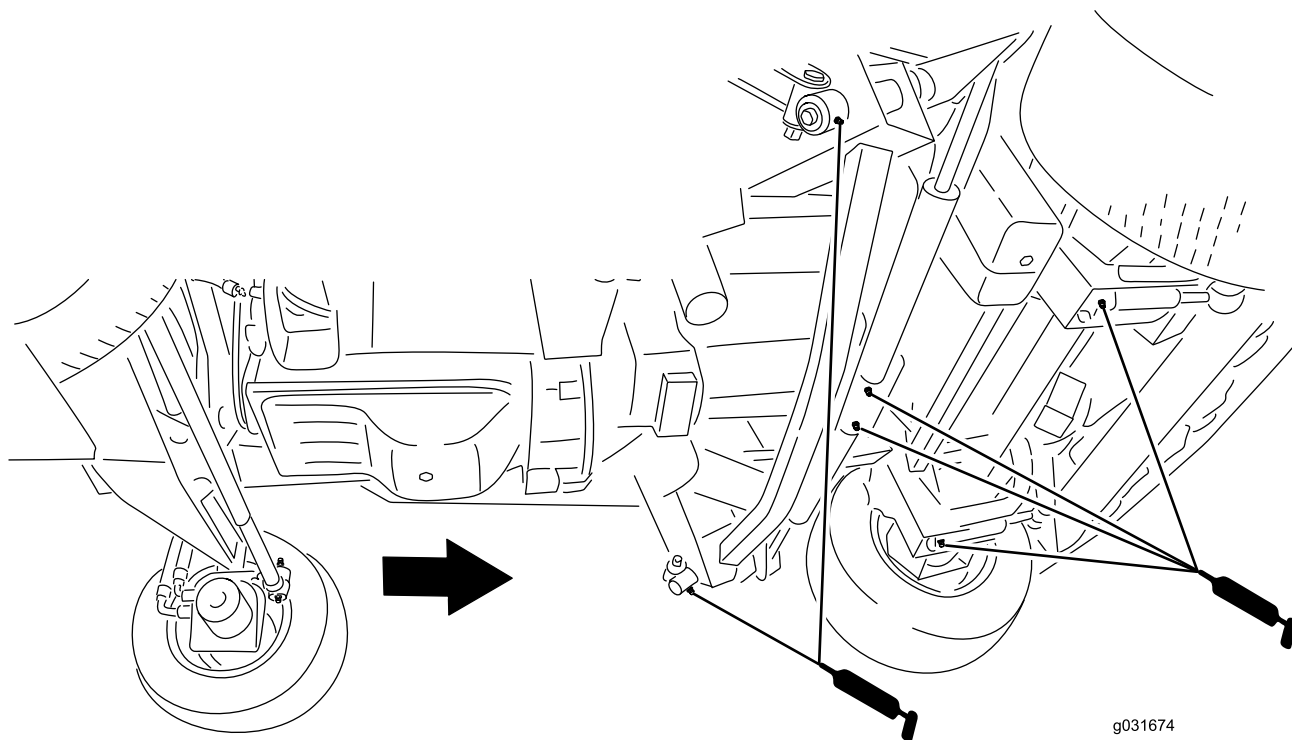

Рисунок 80
- Рычаги амортизаторов (2 шт.) (Рисунок 80)
- Шарниры гидроцилиндров подъема передней деки (2 шт.) (Рисунок 80)
- Шарниры гидроцилиндров подъема боковой деки (2 шт.) (Рисунок 80)